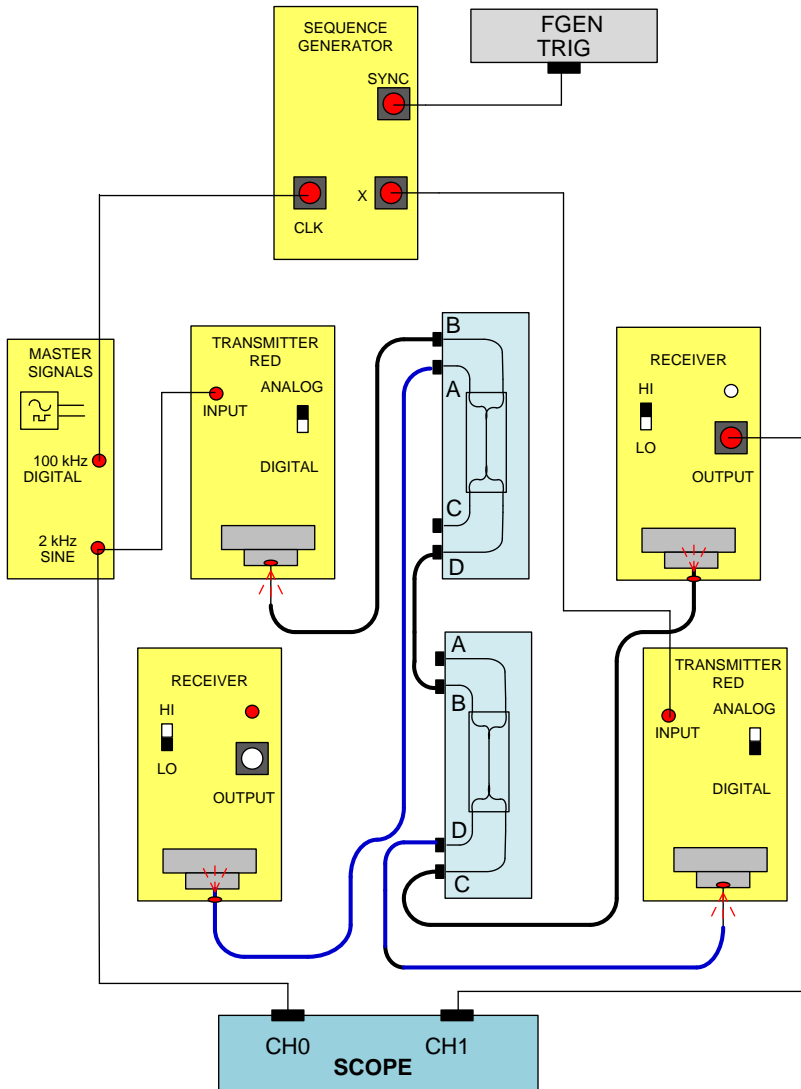

Рис.5. Схема соединений двухсторонней линии передачи информации (цифровой выход)
14. Измените схему, как показано на рис.5. Зарегистрируйте сигнал цифрового сообщения и сигнал его восстановленной версии на выходе станции 1. Зарисуйте наблюдаемые осциллограммы.